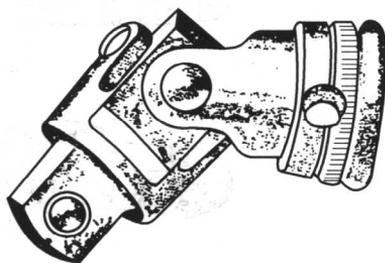

图 1-9 万向接头
5) 万向节头 如图 1-9 所示，它的头部是活动的，用于受限制部位螺母的拆卸，可与上述各种套筒扳手配合使用。